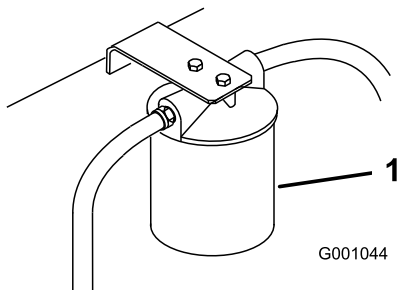

Figura 92
- Coloque un recipiente bajo el filtro, retire el filtro usado y limpie con un paño la superficie de la junta del adaptador del filtro (Figura 92).